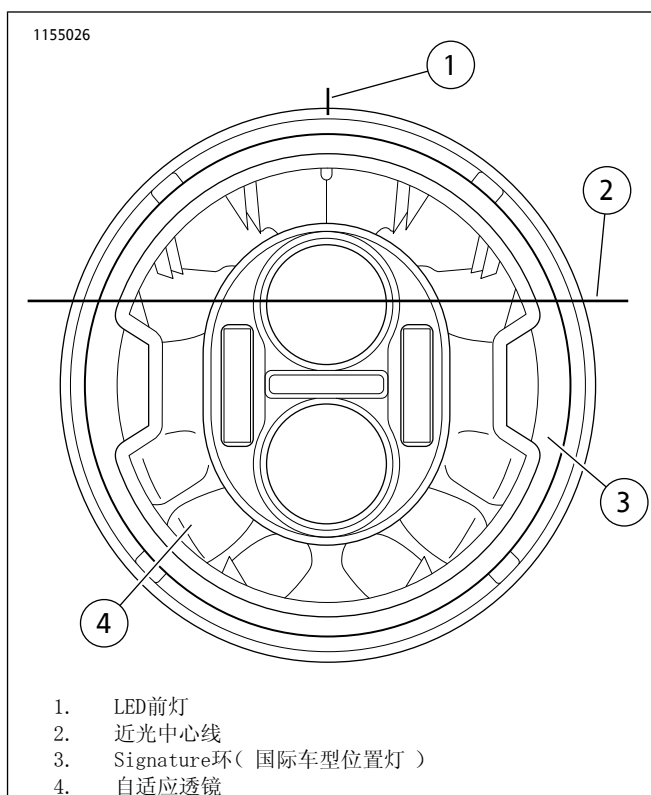
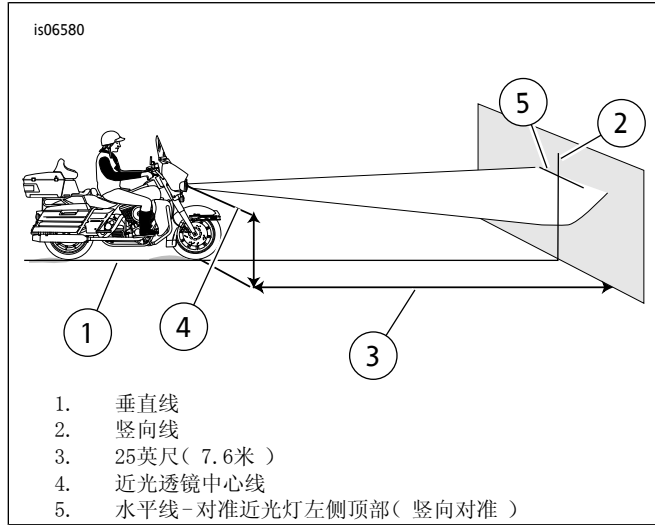

图8。LED前灯配置
图9。检查前灯对准
- 参阅图8和图9。保持摩托车已加载并处于竖直状态，使其前轮正指向墙壁。测量地面与近光透镜（4）中心的距离。记录此测量值。
- 参见图9。在墙壁（5）上画一条水平线，使其高度与步骤5记录的测量值相同。